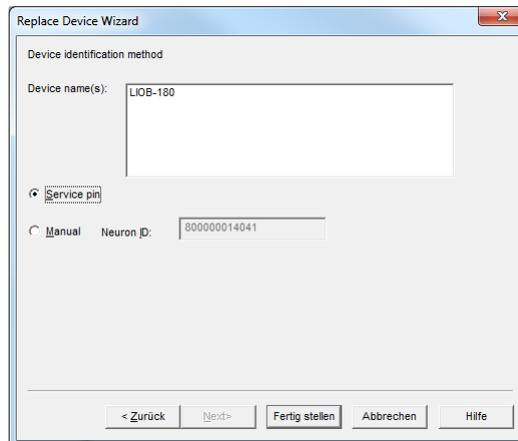

Abbildung 103: Auswahl des Service-Pin und Drücken der Taste Finish (Fertig stellen)
- Wählen Sie die Methode **Service-Pin** aus und klicken Sie auf **Finish**, siehe Abbildung 103.